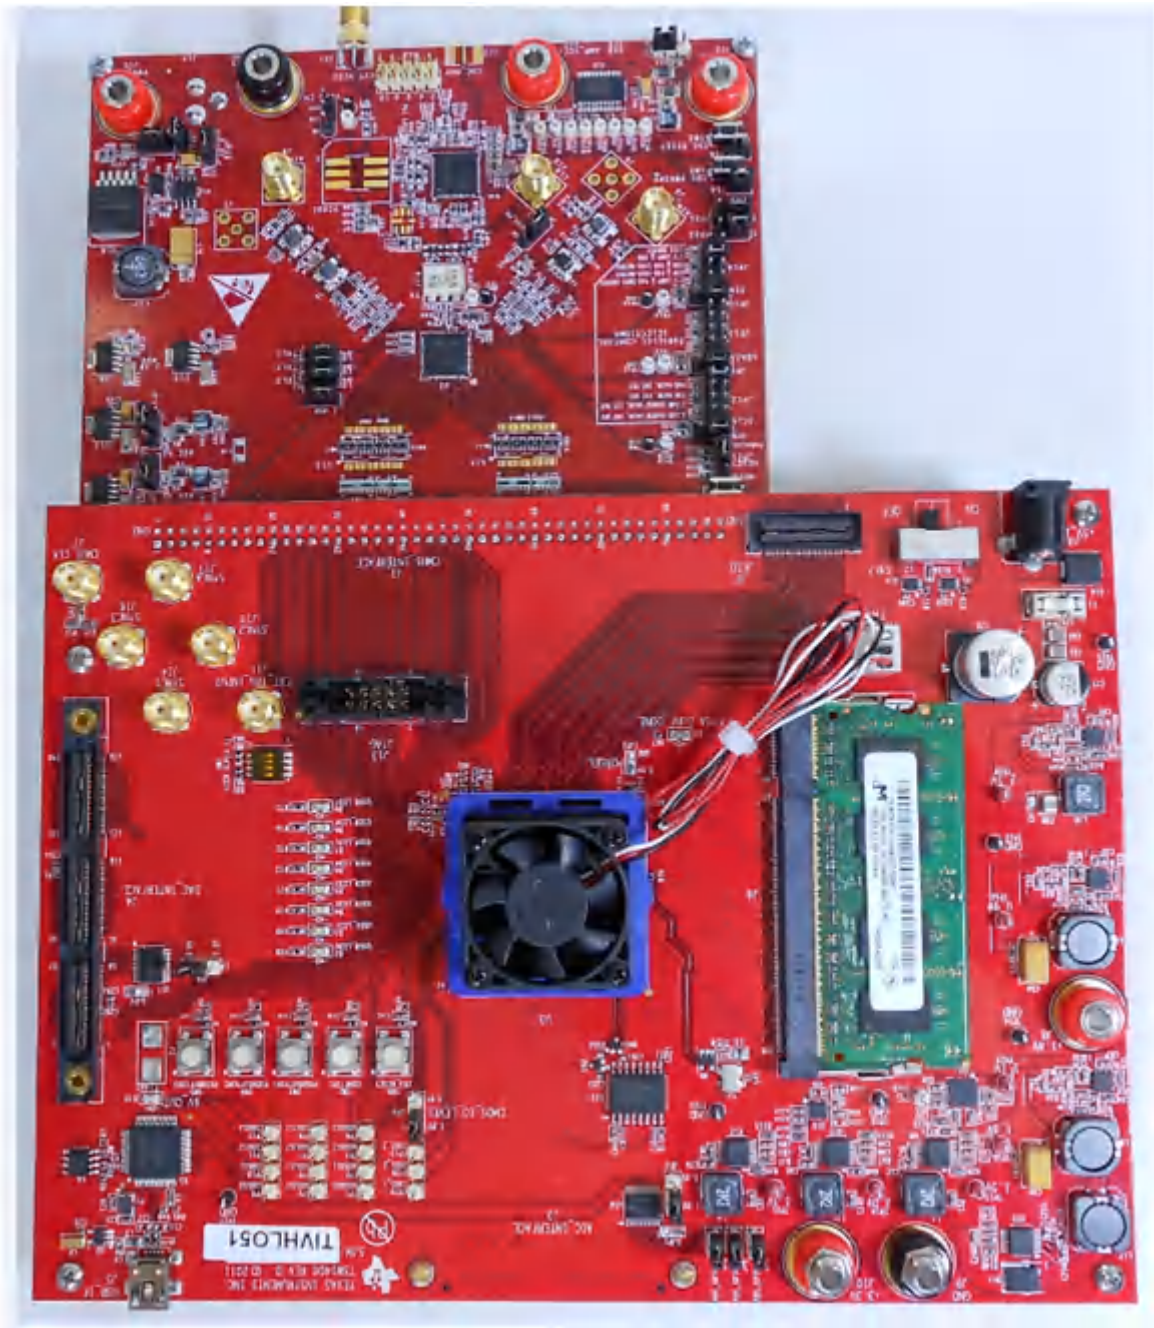

图 4-4. TSW1400EVM 连接到 ADS62P49EVM 的 CMOS 连接器
- 图 4-4 展示了连接到 ADS62P49 EVM CMOS 连接器的 TSW1400 EVM。